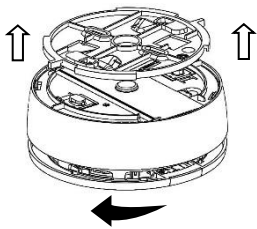

Figura 9
9. Para instalar el detector en el soporte de montaje, alinee el soporte con la base de la unidad, introduzca los ganchos de la base en los orificios del soporte y gire el detector en sentido horario (*ver la Figura 9*).